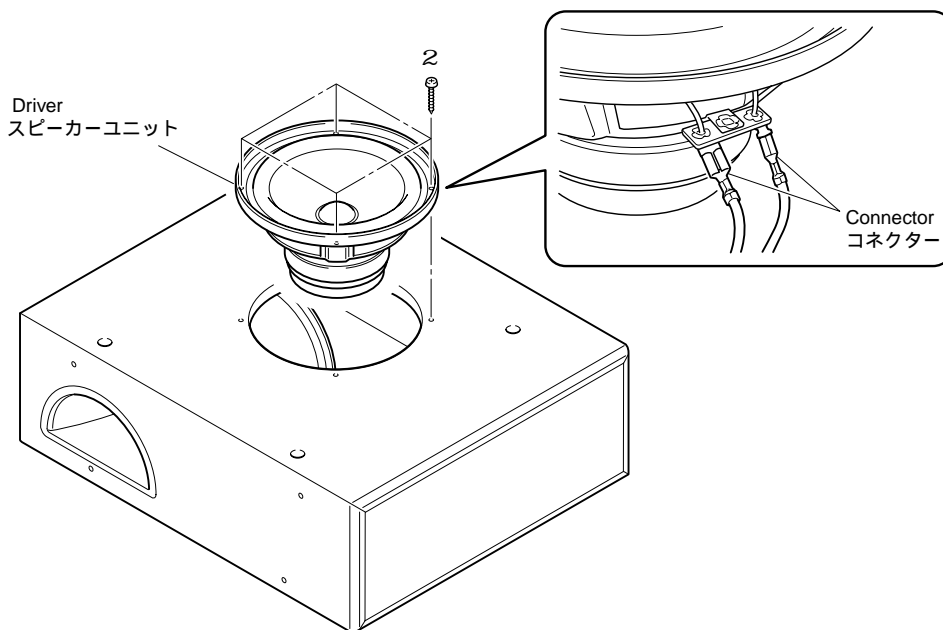

Fig. 2
- a. Remove 4 screws (2) and then remove the Driver. (Fig. 2)
- b. Disconnect the connector connected to the terminal of the Driver. (Fig. 2)
- a. のネジ4本を外し、スピーカーユニットを引き出します。(Fig. 2)
- b. スピーカーユニットの端子に接続されているコネクタを外します。(Fig. 2)